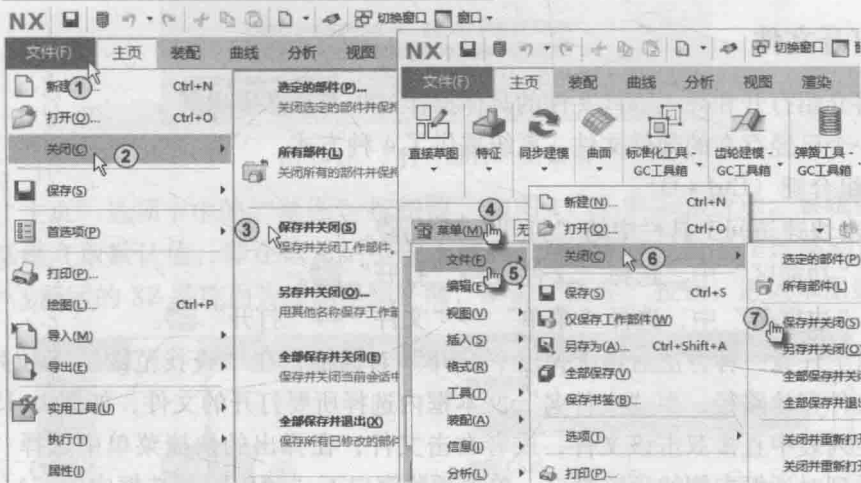

图 1-13 关闭
- 3) 在“功能区”中，选择“文件”→“关闭”命令后再选择一种方式来关闭。如图 1-13 中①~③所示。
- 4) 在“边框条”中，选择“菜单”→“文件”→“关闭”命令后再选择一种方式来关闭。如图 1-13 中④~⑦所示。